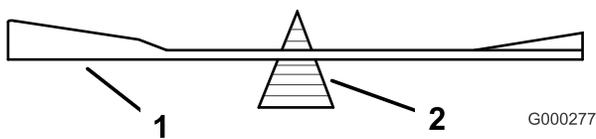
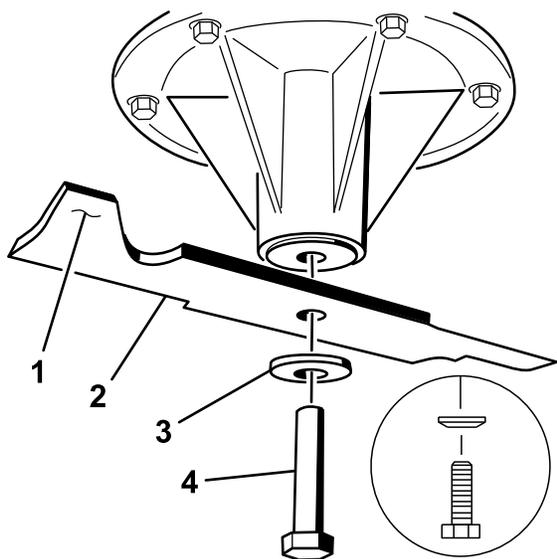

Figura 95
Figura 96
2. Verifique el equilibrio de la cuchilla colocándola sobre un equilibrador de cuchillas (Figura 95). Si la cuchilla se mantiene horizontal, está equilibrada y puede utilizarse. Si la cuchilla no está equilibrada, rebaje algo el metal en la parte de la vela solamente (Figura 96). Repita este procedimiento hasta que la cuchilla esté equilibrada.
1. Instale la cuchilla en el eje (Figura 96).
2. Instale la arandela de muelle y el perno de la cuchilla. El cono de la arandela de muelle debe estar orientado hacia la cabeza del perno (Figura 96). Apriete el perno de la cuchilla a 115–150 Nm (85–110 pies-libra).